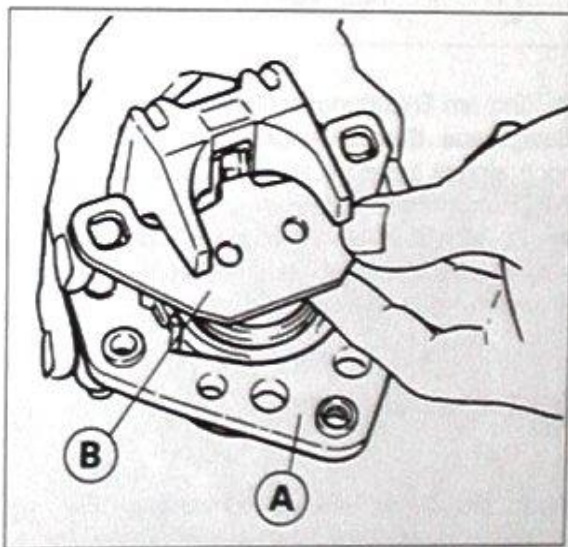

Bild 56
- Den kolbenseitigen Bremsklotz von der Bremssattelhalterung «A» Bild 56 abnehmen.